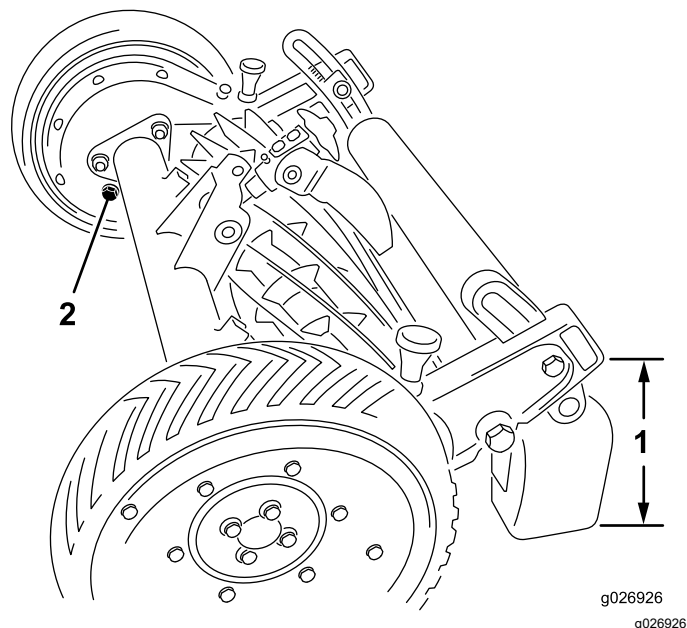

Bild 12
2. Heben Sie die Rückseite der Schneideinheit an und blockieren Sie sie, bis ca. 26 cm Platz zwischen dem Boden des Getriebegehäuses hinter der Rollhalterung und der ebenen Fläche ist (Bild 12).
3. Entfernen Sie die Füllschraube aus jedem Getriebegehäuse (Bild 12). Prüfen Sie den Ölstand im Getriebegehäuse; er sollte auf der Höhe des Bodens des Fülllochs sein. Wenn der Ölstand beim Boden des Lochs liegt, bauen Sie die Füllschraube wieder ein.